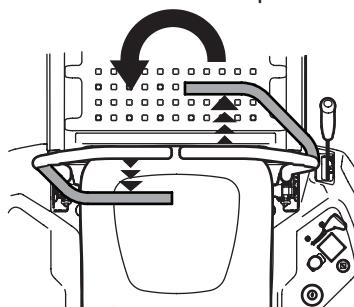

Figura 35
3. Para girar en sentido contrario a las agujas del reloj, mueva la palanca de control de la transmisión derecha hacia adelante mientras mueve simultáneamente la palanca de control de la transmisión izquierda hacia atrás (Figura 35).